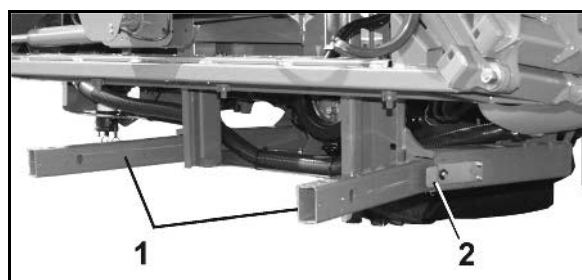

Fig. 37
- Inden parkering af redskabet skal transportsikringen (Fig. 37/2) frigøres og støttebenene (Fig. 37/1) trækkes ud.